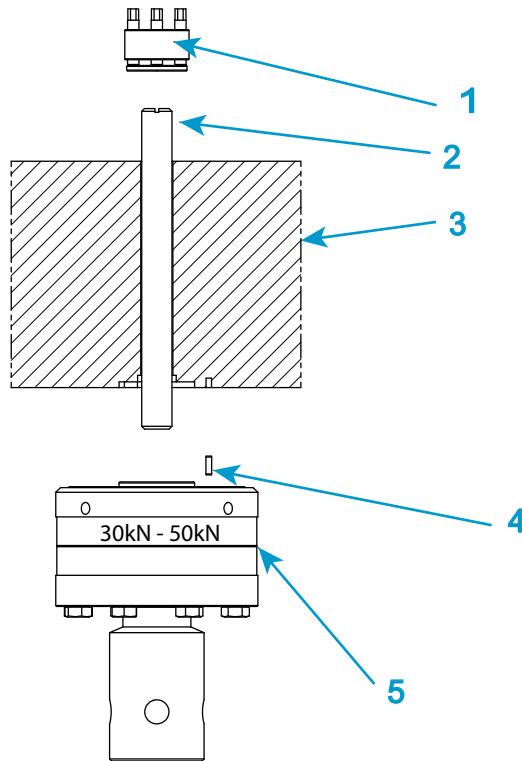

Figure 19. Installer un capteur de force série 2530 - capacités 30 kN et 50 kN
Légende pour Figure 19
1. Consultez la Figure 19 à la page 81 et sa légende.